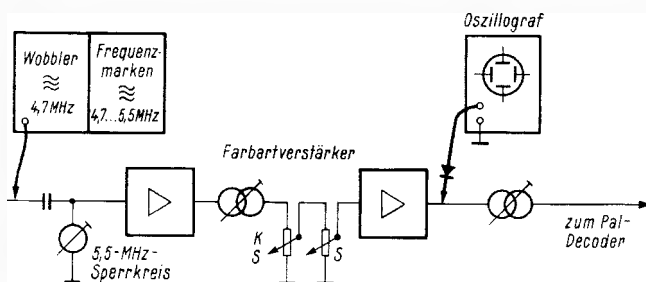

Bild 112. Meßanordnung bei Abgleich des Farbartenverstärkers
1. Anschluß des Wobblers an den Eingang des Farbartenverstärkers, Frequenzbereich 3...7 MHz (Bild 112).